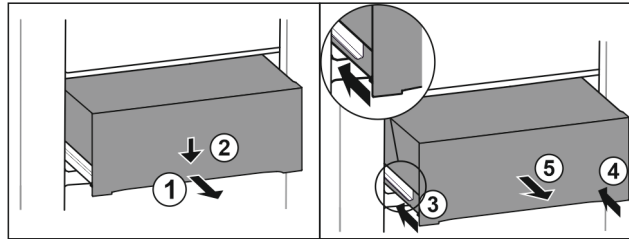

Fig. 215
- ▶ Schubfach halb herausziehen. Fig. 215 (1)
- ▶ Schubfach an der Vorderseite nach unten drücken. Fig. 215 (2)
- ▶ Linke Schiene etwa 2 cm einschieben. Fig. 215 (3)
- ▶ Rechte Schiene etwa 2 cm einschieben. Fig. 215 (4)
- ▶ Schubfach nach vorne entnehmen. Fig. 215 (5)